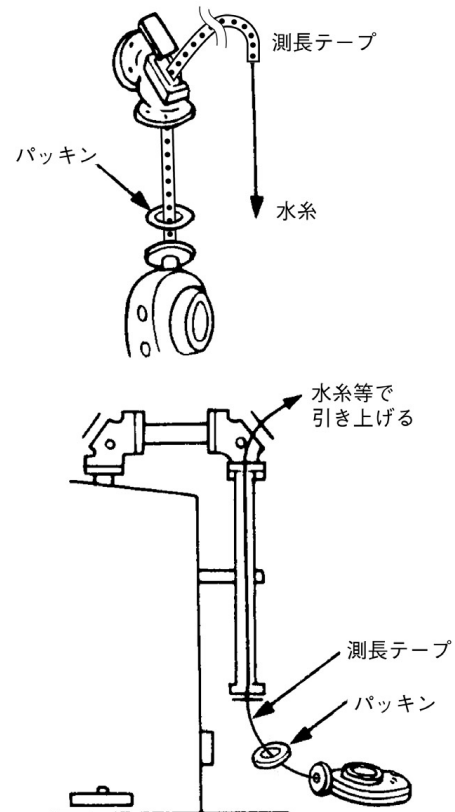

図 11. 測長テープの引上げ
■ 計器側の 90° ガイドエルボの蓋開放部から、測長テープを引き上げるための水糸等を垂直配管内に垂らし、測長テープの先端に、ビニールテープ等で仮接続してください。(図 11 参照)